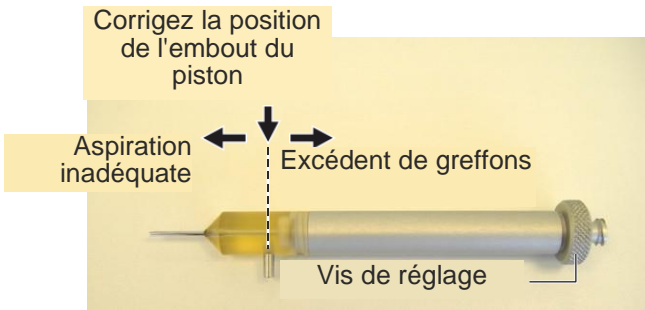

Figure 3-81. Positionnement correct du piston dans la tête de l'implanteur
2. Vérifiez que l'embout du piston est aligné avec le port de succion de la tête de l'implanteur, comme illustré à la Figure 3-81.
- Utilisez la vis de réglage de la pièce à main pour régler la pointe du piston de la tête de l'implanteur à la bonne position, comme illustré sur la Figure 3-81.
À ce stade, il est important de vérifier que l'embout du piston bien positionné, c'est-à-dire aligné avec le port de succion de la tête de l'implanteur, comme illustré à la Figure 3-81. Dans cette position, la greffe peut être aspirée puis poussée vers le site receveur.